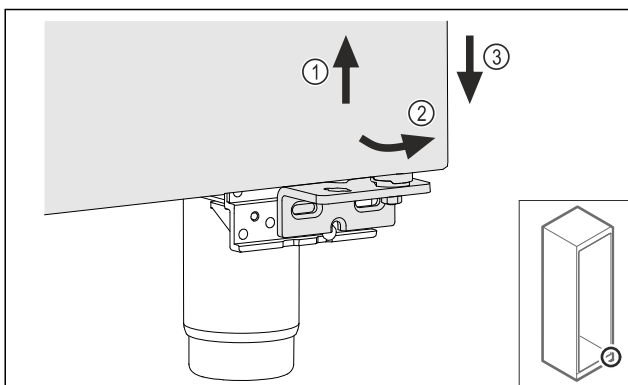

Fig. 21
- Paceliet mazliet durvis Fig. 21 (1), apakšā sagāziet uz priekšu Fig. 21 (2) un nolaidiet Fig. 21 (3).